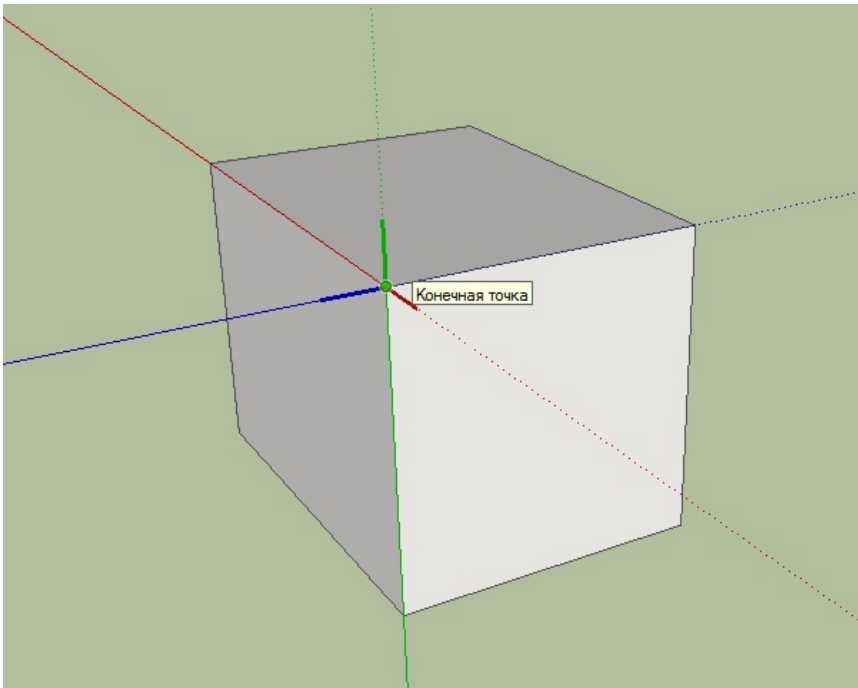

Рисунок 4.4
1. Активуємо інструмент «Осі», клацаємо ним в кутку куба, фіксуємо нову точку початку системи координат (рис. 4.4).